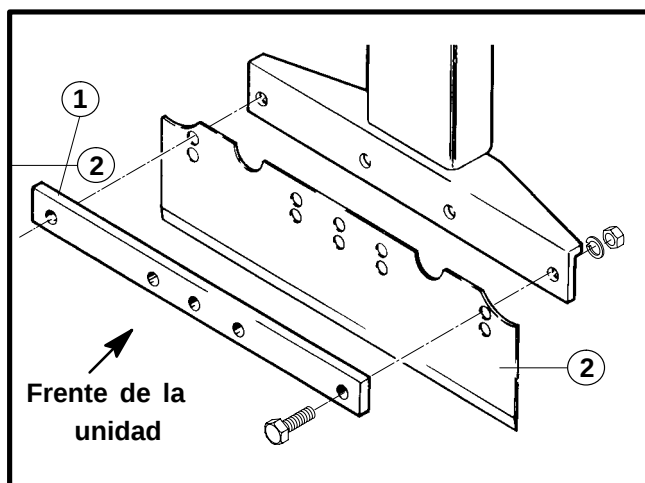

Figura 6
2. Conecte la montura de la hojilla a la hojilla de cortar usando un (1) 3/8–16 x 1 1/8 tornillo, arandela y tuerca en cada extremo (para las unidades hojillas de 16" y 18") Para las unidades con hojillas de 12" diríjase al paso 3. La parte biselada de la hojilla para cortar, debe darle la cara a la parte trasera. Vea la Figura 6.